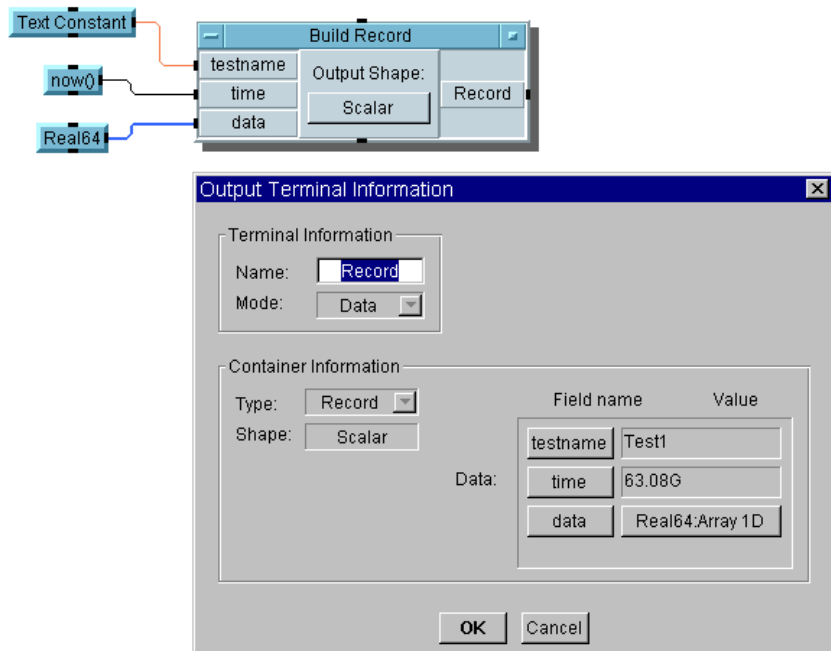

図 5-9. Record に関する出力端子情報
7. プログラムを実行します。Record データ出力端子をダブルクリックして、レコードを検査します。図 5-9 のように表示されます。